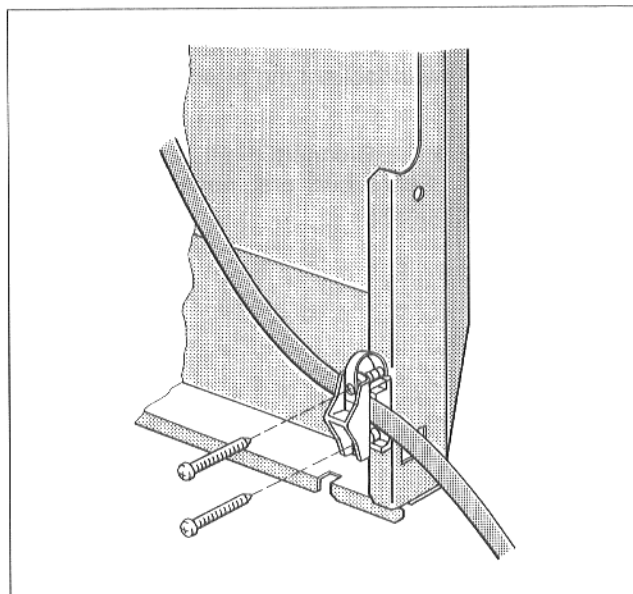

Abb. 13
- Brennerkabel in Zugentlastung einlegen und Zugentlastung mit 2 Blechschrauben festschrauben (Abb. 13).